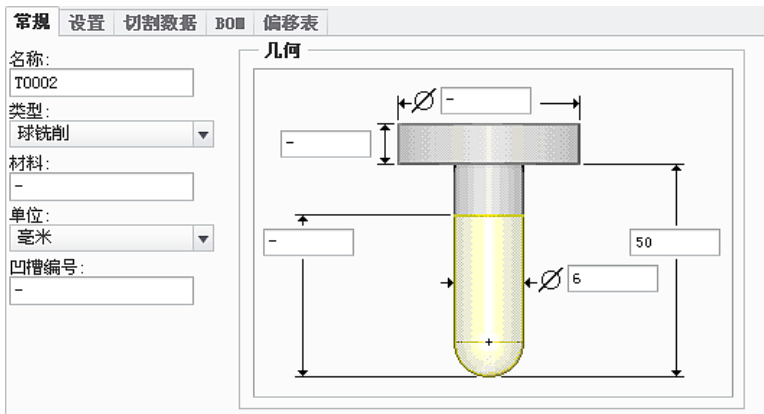

图 3.14.4 设定刀具一般参数
Step3. 在弹出的“刀具设定”对话框中，单击“新建”按钮，然后设置图 3.14.4 所示的刀具参数，依次单击和按钮。